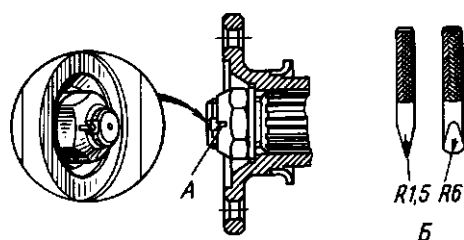

Рис. 7.12. Стопорение гайки изгибом ее кромки в паз вала и профиль инструмента:
6. Затяните гайки 21 и 26 крутящим моментом $140 - 200 \text{ Н} \cdot \text{м}$ ($14 - 20 \text{ кгс} \cdot \text{м}$) и застопорите их изгибом кромки в паз вала с помощью кернера, как показано на рис. 7.12.
3. Наденьте на шлицы вала привода заднего моста фланец, шайбу, затяните гайку крутящим моментом 140-200 Н·м (14-20 кгс·м) и застопорите ее изгибом кромки в паз вала с помощью кернера (см. рис. 7.12).
6. Наденьте на шлицы вала привода переднего моста фланец, шайбу, затяните гайку крутящим моментом 140-200 Н·м (14-20 кгс·м) и застопорите ее, изогнув кромку гайки в паз вала (см. рис. 7.12).